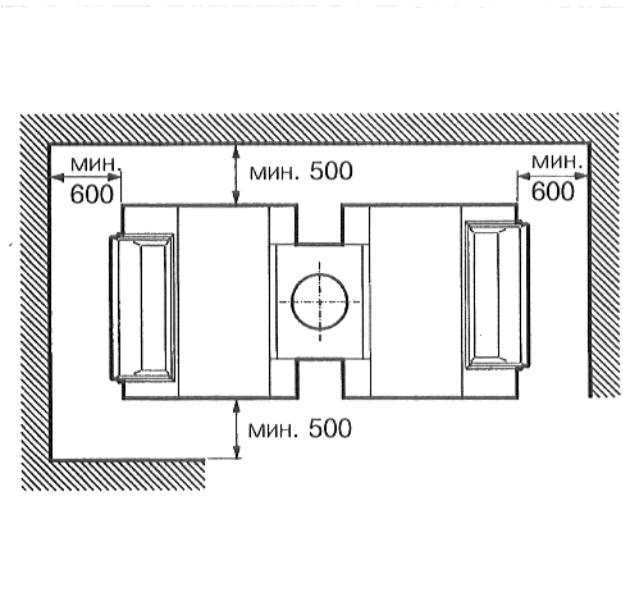

Рис. 2. Вид сверху
- Указанные расстояния от стены, необходимо соблюдать (рис. 2).